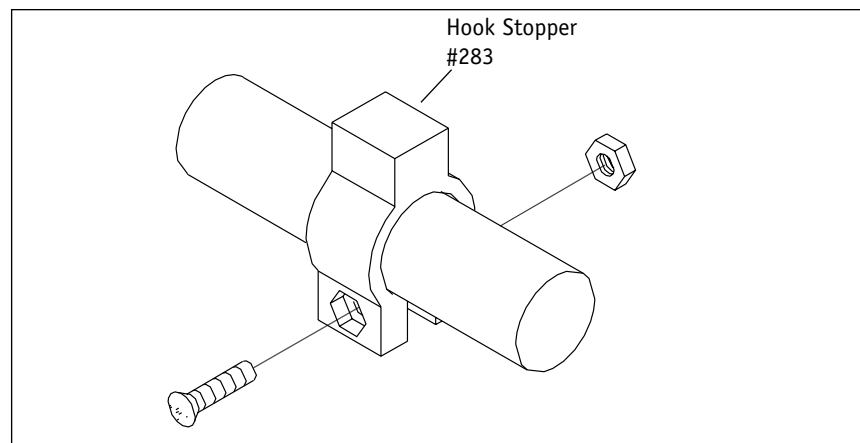

Figure 2
1. Install the Hook Stopper part #283 toward the front of one seat rail (Figure 2). The bolt holes used to secure the Hook Stopper should be below the seat rail.
1. Installate il sistema di blocco (cod. #283) nella parte anteriore del tubo del telaio della carrozzina (Fig.2). I fori per l'alloggiamento delle viti per il fissaggio del sistema di blocco devono essere posizionati sotto il tubo del telaio della carrozzina.